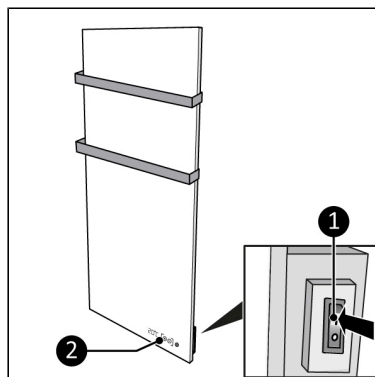

Figure 12.
1. Placez le commutateur ON/OFF en position ON (Figure 12, pos. 1).
2. Le panneau de commande et l'écran (Figure 12, pos. 2) s'allument.